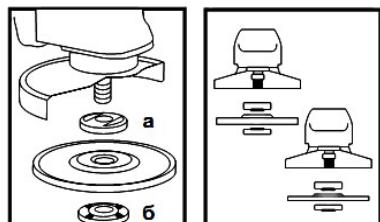

Рисунок 2
4.4 Встановіть на виріб шліфувальний або відрізний круг. Для цього натисніть на кнопку фіксації шпинделя (1) і проверніть шпиндель до положення фіксації.
За допомогою вілочного ключа з комплекту виробу відверніть і зімініть затискну гайку (6) (дивіться рисунок 2). Встановіть шліфувальний диск на посадкове місце фланцевої шайби (а) (рисунок 2), наживіть рукою затискну гайку на шпиндель і затягніть її ключем з комплекту виробу. Відпустіть кнопку фіксації шпинделя і переконайтесь в тому, що кнопка звільнена, через дво-або триразове натискання. Проверніть диск і переконайтесь, що шпиндель розблокований.